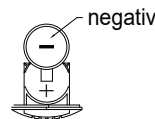

Abb.2
---Legen Sie die CR2032-Batterie in das Batteriefach ein, wobei die negative Seite der Batterie (-) nach außen zeigen sollte (Abb.2).